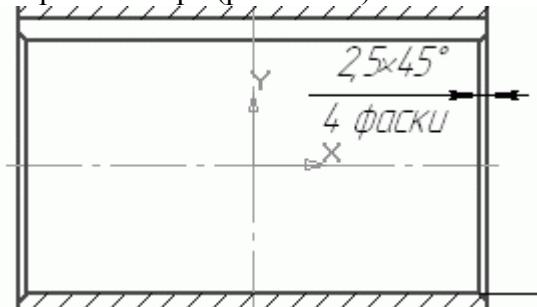

Рис. 2.134. Размер фаски
- обозначение параметров фаски отверстия под вал и фаски на краях обода. Поскольку в нашем колесе все эти фаски имеют одинаковые параметры ( $2,5 \cdot 45^\circ$ ), то фаска обозначается один раз, но при этом на размере указывается, что таких фасок на колесе предусмотрено четыре (рис. 2.134).
Чтобы создать такой размер (см. рис. 2.134), после вызова окна настроек размерной надписи необходимо выполнить следующее.